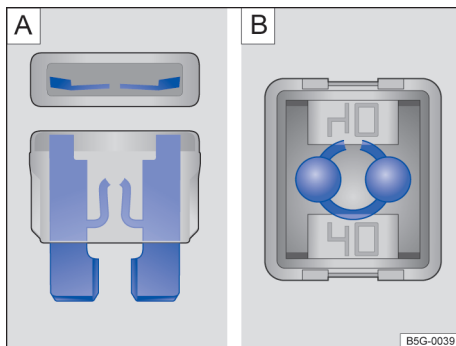

Fig. 142 Fusível queimado: **A** fusível plano, **B** fusível de bloqueio.
- Um *fusível plano* (ATO®, MINI®) queimado é reconhecido de cima ou de lado pela carcaça transparente nas faixas metálicas derretidas → Fig. 142 **A**.
- Um *fusível de bloqueio* (JCASE®) queimado é reconhecido pelas faixas metálicas derretidas por cima da carcaça transparente → Fig. 142 **B**.